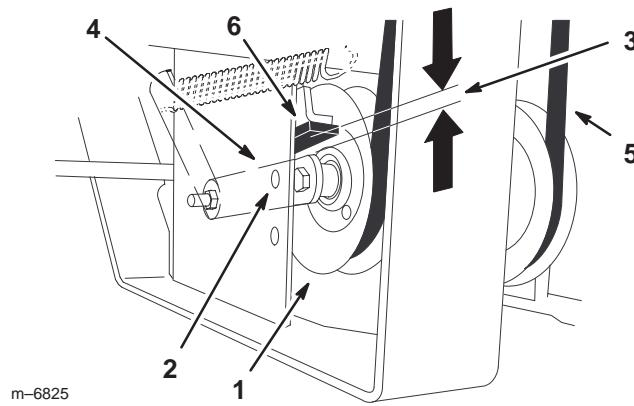

Figure 77
9. Contrôlez la distance entre la butée en caoutchouc et le bras de la poulie de tension à ressort quand la plaque de la poulie est tendue. On doit obtenir une distance de 0 à 6 mm (0 à 1/4 pouce) à partir de la butée (Fig. 77).